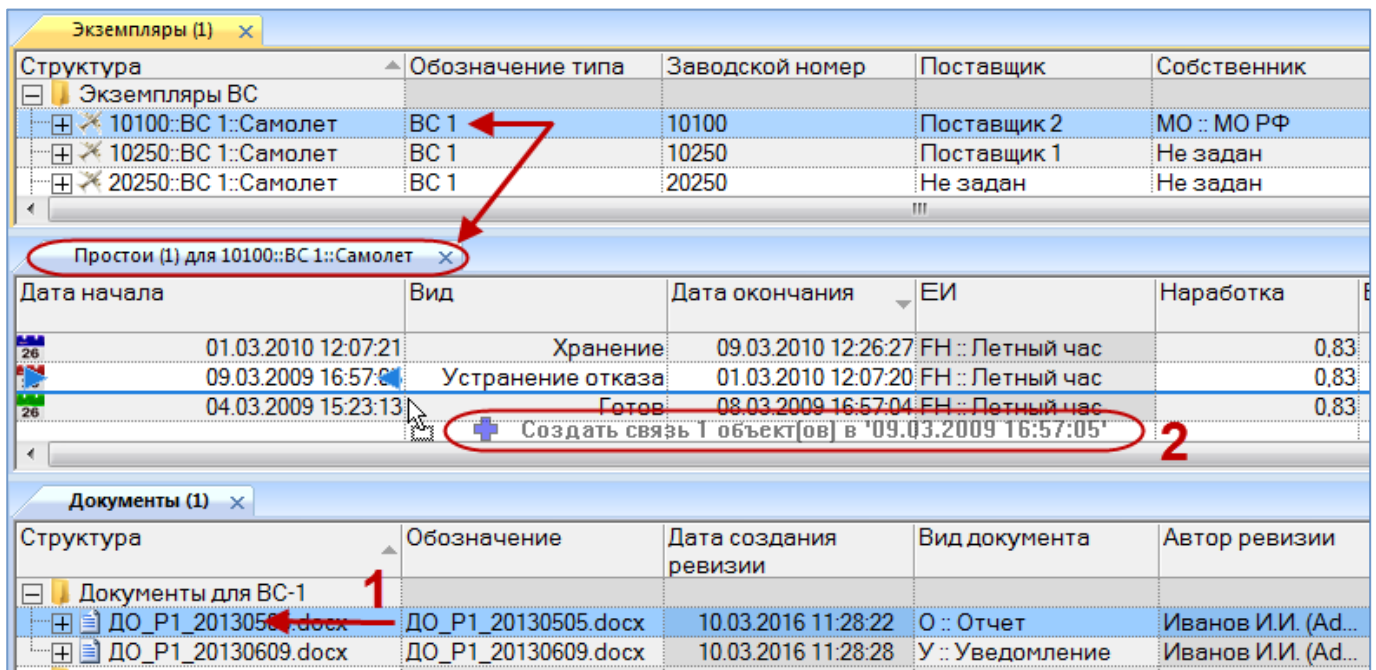

Рис. 13-365 – Перемещение документа к состоянию
4) Выбрать наименование документа в рабочем окне «Документы» и переместить документ с помощью мыши из окна «Документы» на состояние в окне «Простои» для экземпляра (1 и 2 на рис. 13-365), отпустить левую кнопку мыши.